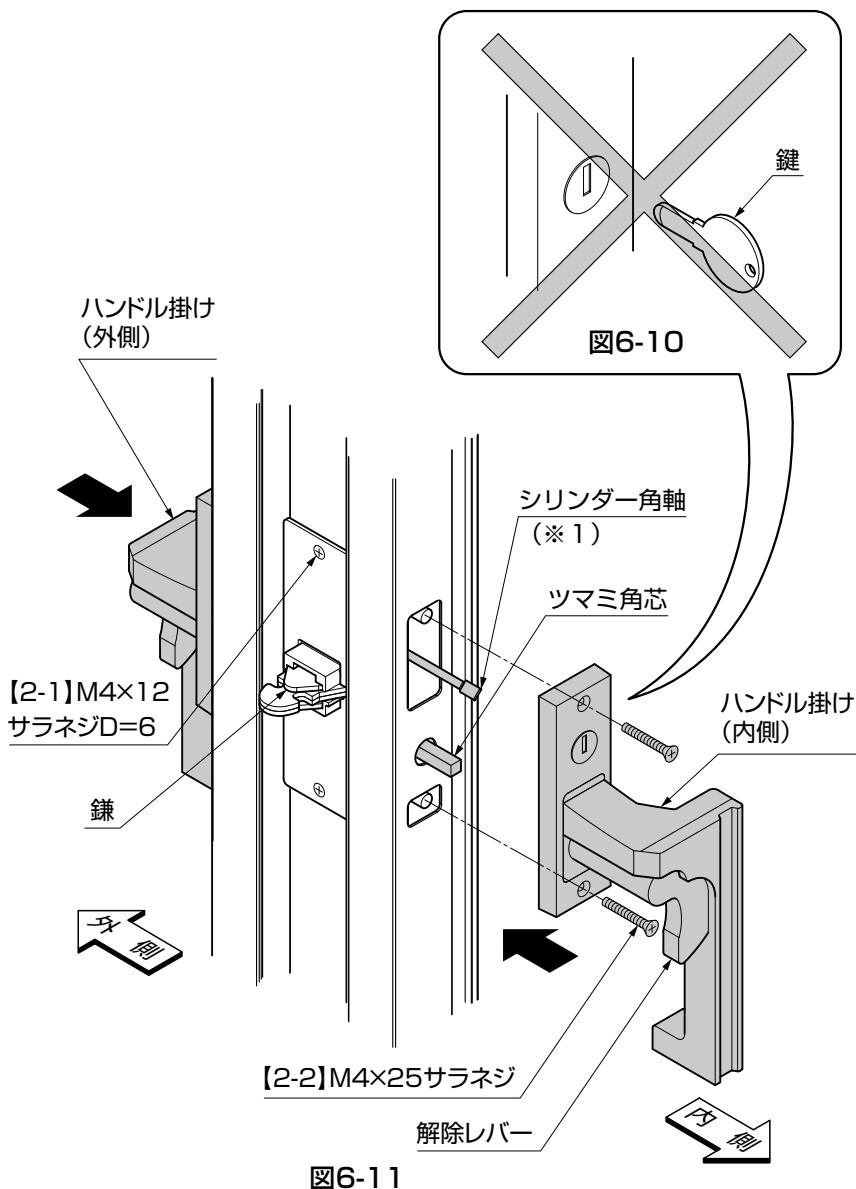
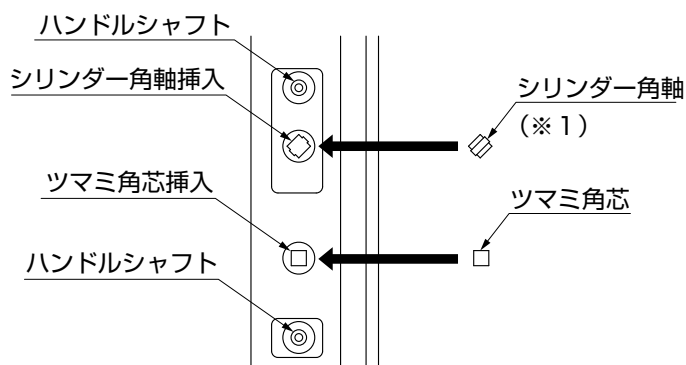

図6-11
図6-12 シリンダー角軸、ツマミ角芯挿入向き
- ①ハンドル掛け側(外側)のシャフトを伸縮扉本体の外側より挿入してください。(図6-11参照)
- ②シリンダー角軸をハンドル掛け側(外側)のシリンダーへ、ツマミ角芯をツマミへ挿入してください。(図6-11、図6-12参照)
- ③ハンドル掛け側(内側)をシリンダー角軸とツマミ角芯に挿入して【2-2】で固定してください。(図6-11参照)